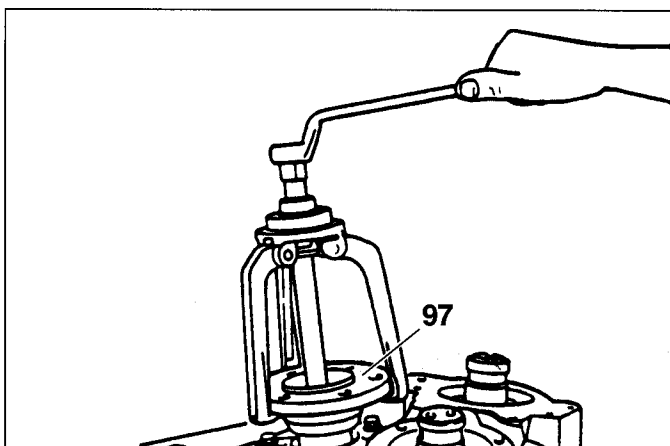

Fig. 11
- 12) Svitare la vite (93) e togliere la rosetta (92), la rondella (91), è scalettare la flangia (97) (Fig.11).
- 12) Unscrew screw (93) remove washer (92), disc (91), than drive off output flange (97) from output shaft (Fig. 11).